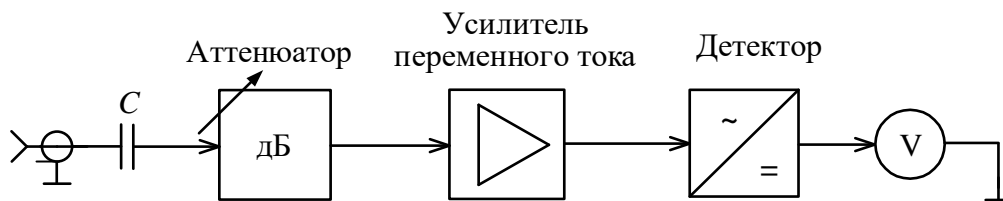

Рис. 2.2. Структурная схема аналогового вольтметра переменного тока
Для измерения напряжения сигналов сложной формы применяют «*вольтметры переменного тока*» (группа ВЗ по ГОСТ). В них используют измерительные преобразователи формы сигнала – *детекторы*. Они позволяют из сигнала сложной формы на входе получить постоянное напряжение, функционально связанное с параметрами входного сигнала. Для сохранения точности градуировки шкалы вольтметра необходимо обеспечить постоянство коэффициента преобразования при измерении разных уровней входного напряжения (*линейный детектор*). При малых значениях напряжения это выполнить сложно, поэтому в вольтметрах переменного тока применяют предварительное усиление сигнала (до детектора) (рис. 2.2). Схема «усилитель–детектор» позволяет увеличить чувствительность вольтметра.
*Цифровыми* вольтметрами (ЦВ) называют приборы для измерения напряжения с цифровой индикацией результата. Процесс преобразования аналогового значения напряжения в цифровой код реализуют аналого-цифровым преобразователем (АЦП). Чаще всего используют преобразование постоянного напряжения в код, поэтому структурная схема ЦВ общего применения представляет собой схему электронного вольтметра постоянного тока (рис. 2.2), в котором вместо стрелочного индикатора на выходе предусмотрены АЦП и цифровое табло. Для измерения переменных напряжений в ЦВ используют детекторы (как в аналоговых вольтметрах переменного тока).